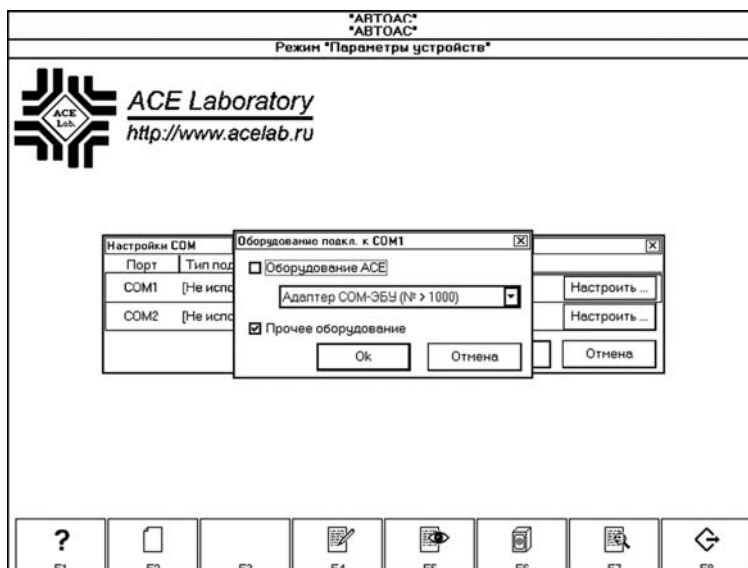

Рис. 8. Меню настройки «Оборудование, подключенное к COM-порту».
3. При помощи мыши, активизируйте клавишу «Настроить», соответствующую номеру СОМ-порта, к которому подключен газоанализатор, рис. 8.